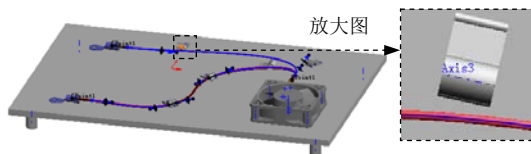

图 11.8.55 选取线路
Step2. 选取线路。选取图 11.8.55 所示的电线和线夹的轴线。